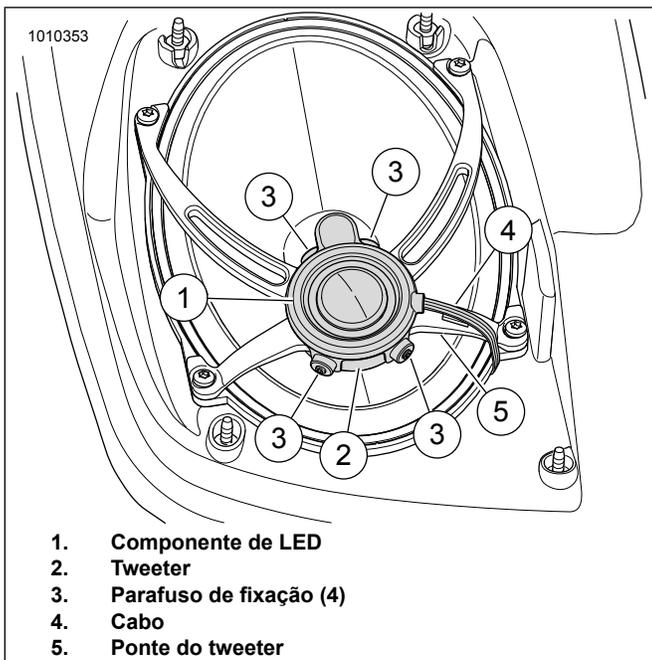

Figura 21. Instalação do componente de LED
Veja a figura 21. Coloque o componente de LED (1) na ponte do tweeter (2) conforme mostrado. Aperte levemente o componente de LED no local.